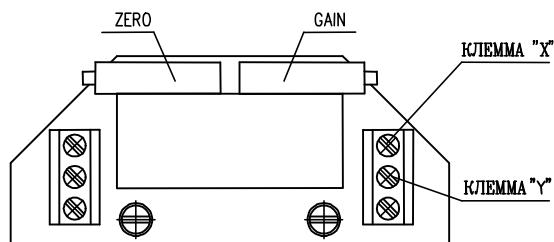

Рис.7
4.5.2 EPV - 3-проводниковое включение (рис.7)
- Установите датчик сопротивления на основании инструкций в предыдущей главе так, что величину сопротивления измеряйте на клеммах X-Y (рис.7). (употреблен датчик с сопротивлением 2000W или 100W)
- Поворачиванием устанавливающего триммера ZERO (рис.7) установите величину выходного сигнала тока, измеряемого на клеммах 81-82, на величину 0 мА или 4 мА.
- Поворачиванием устанавливающего триммера GAIN (рис.7) установите величину выходного сигнала тока, измеряемого на клеммах 81-82, на величину 20 мА или 5 мА.